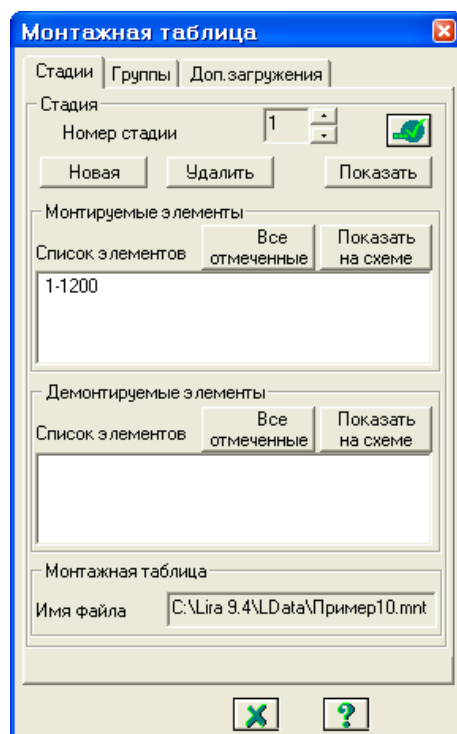

Рис.10.22. Диалоговое окно **Монтажная таблица**
- После выделения элементов в диалоговом окне **Монтажная таблица** (рис.10.22) в поле ввода **Монтируемые элементы** щелкните по кнопке **Все отмеченные** (в списке автоматически отображаются номера выделенных на схеме элементов).